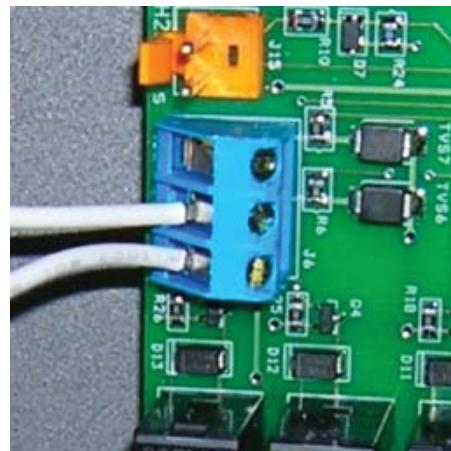

Figura 16b. Conexión AquaLink RS o TERMOSTATO
3. Conecte el cableado desde el sistema de control piscina/spa hasta la terminal de control remota de la bomba de calor (véase Figura 16b).